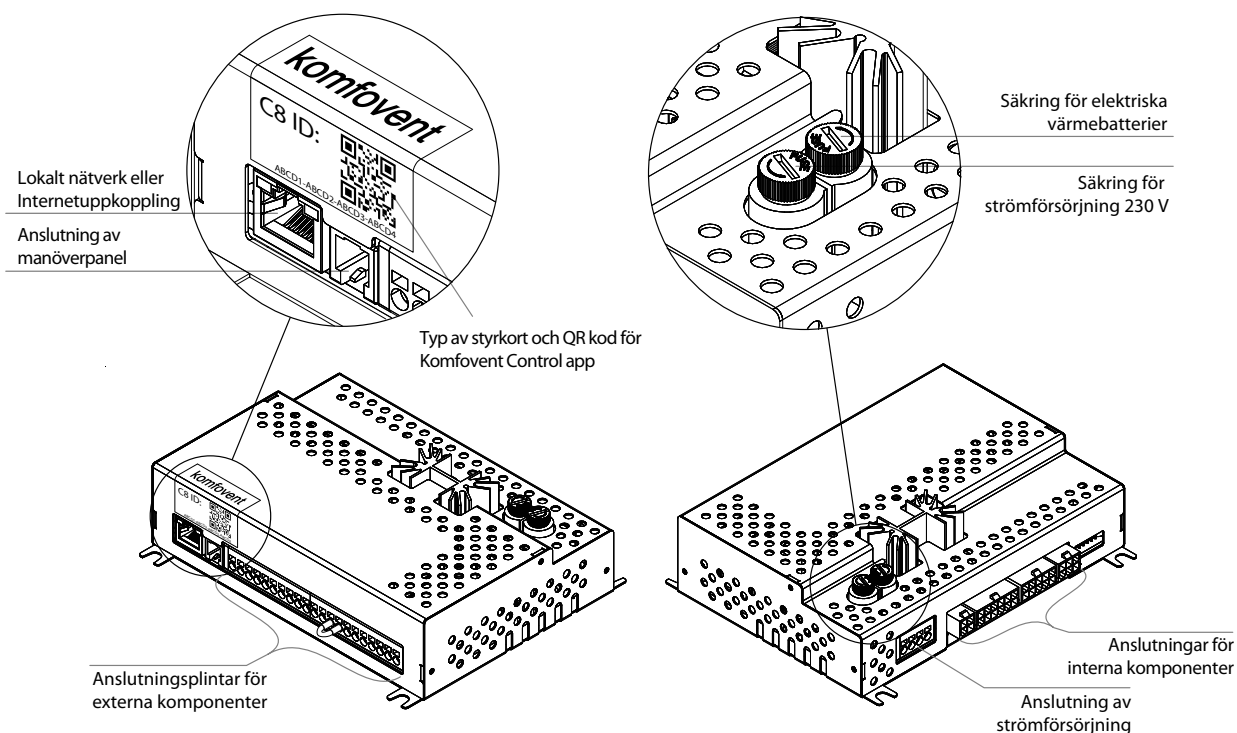

Fig. 10. C8 huvudstyrkort
Vi rekommenderar att kabeln dras på ett sådant sätt att den inte kommer i närheten av strömförande kablar eller högspänningsutrustning (tex. skåp med inkommande elkablar, elektrisk uppvärmningspanna eller luftkonditioneringsenhet). Kabeln kan dras genom hålen baktill eller i botten på kontrollpanelen (följ installationsinstruktionerna som medföljer kontrollpanelen). Kabeln till C8 styrkort ansluts till en angiven kortplats (RJ9 kontakt, se fig. 10) eller anslutningsplintar för externa komponenter.
Enheten kan styras inte enbart från kontrollpanelen utan även med hjälp av en dator eller en smartphone. I ett sådant fall måste aggregatets styr anslutas till ett lokalt nätverk eller till Internet. Enheten styrs av en dator via webbläsare, eller en Smartphone och Komfovent Control-App. Aggregatet ansluts till datornätverket med en CAT5-kabel (RJ45, se fig. 10). Total kabellängd mellan enheten och nätverksroutern får inte överstiga 100 m.
- Det lättaste sättet att hantera din enhet på via Internet är att använda en smartphone med Komfovents Moln-App. Starta Appen på din smartphone (telefonen måste ha Internetåtkomst). När du ansluter första gången kommer Appen att be dig skanna QR-koden fram till på styrkortet (se fig. 10). När du skannar koden kommer Appen automatiskt att etablera anslutningen till enheten (för mer information om Komfovent Control-App, se DOMEKT Användarmanual).